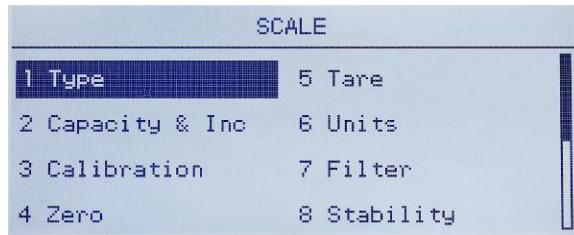

Figura 3-29: Menu Configuração da Balança, Primeira página
2. Com a Balança em foco, pressione ENTER ou pressione a tecla 1 no teclado numérico para usar o método de atalho. A Figura 3-29 mostra a primeira seleção de sub-ramos Balança.